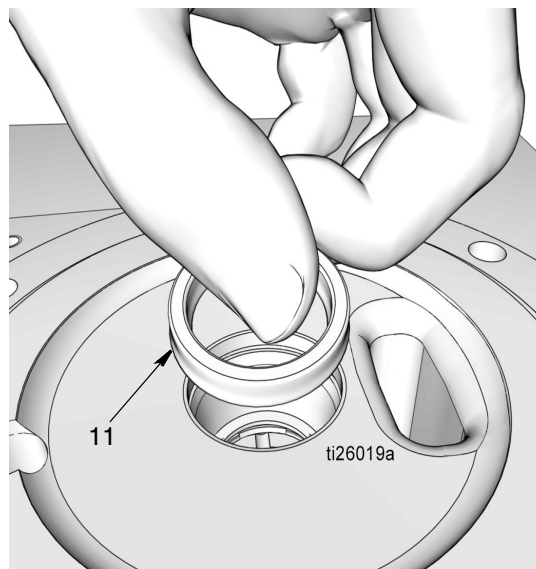

FIG. 35
- Monter le joint (11). S'assurer que les lèvres u joint sont orientées vers le bas comme indiqué à la FIG. 35.